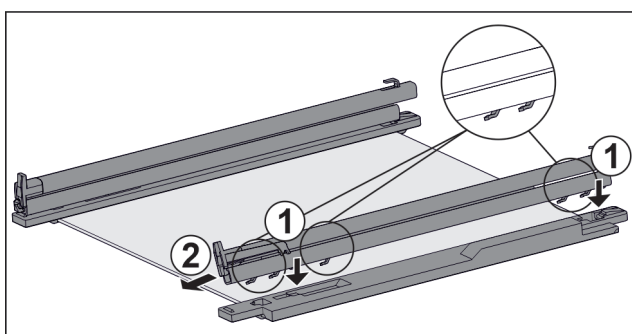

Fig. 114 Skleněná deska s kolejničkami a přídržnými díly
- ▶ Nasadte háčky kolejničky na otvory **levého** přídržného dílu. Fig. 114 (1)
- ▶ Vytáhněte kolejničku dopředu. Fig. 114 (2)
- ▶ Nasadte háčky kolejničky na otvory **pravého** přídržného dílu. Fig. 114 (1)